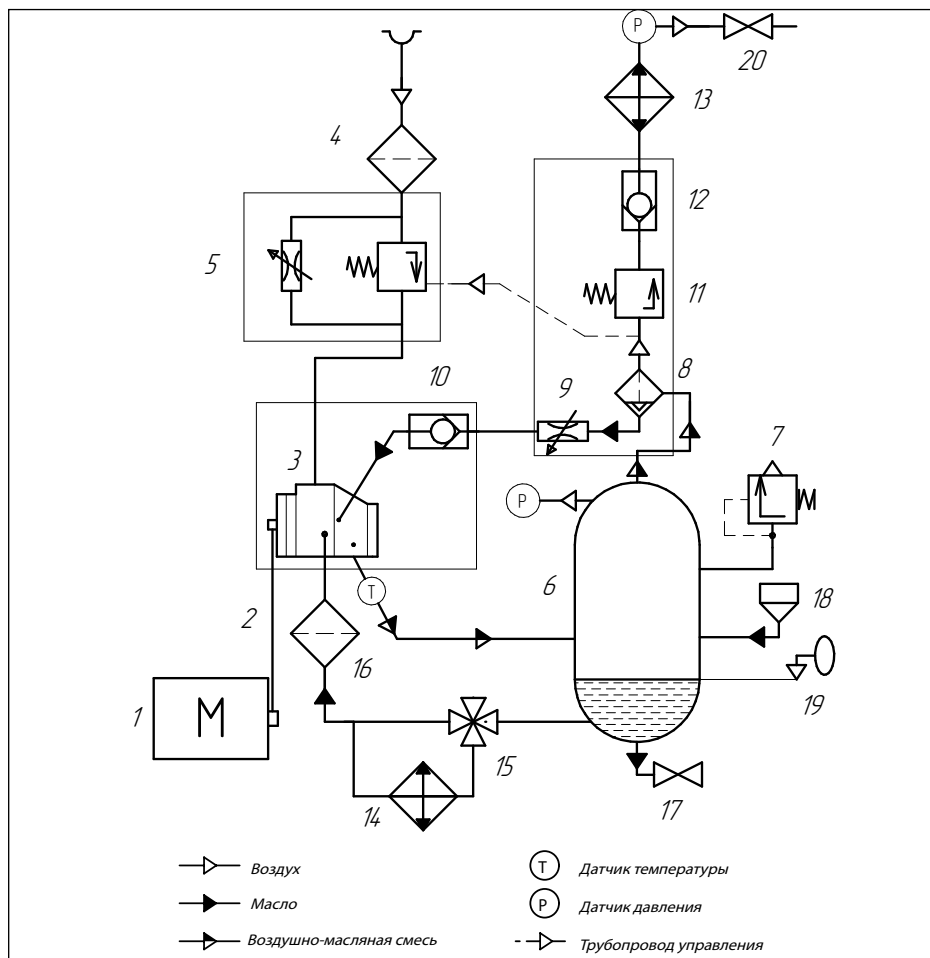

Рис. 2.3 Схема пневматическая А 75-А90
2.4 Принцип действия (Смотри рис. 2.3)